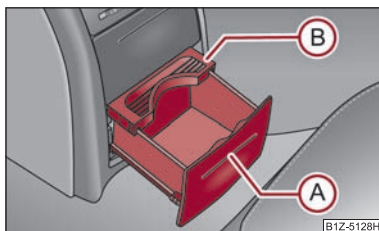

Fig. 81 Consola centrală spate: Suportul pentru pahare
- Apăsai capacul în zona (A) ⇒ fig. 81 - suportul pentru băuturi iese.
- Reglai suportul pentru pahare deplasând placa de siguranță (B).